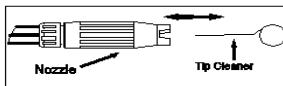

Figura 5 Inserte la punta de limpiador en el agujero fr boquillas y muevoese hacia atrás y adelante hasta que se desaloja los desechos
- Utilizando incluido limpiador de puntas, o un clip de papel desplegado, inserte el cable en el orificio de la boquilla y se mueven hacia atrás y adelante hasta que se desprenden los escombros. (Véase la Figura 5.)